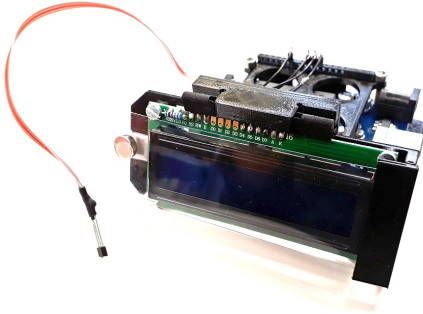

Abbildung 1: Arduino Hallsonde
In diesem Projekt (Abb.1) geht es um das Auslesen eines Hallensors, das Umrechnen von Rohwerten in eine physikalische Größe, sowie das Ausgeben der Größe auf einem LC-Display.
- Arduino UNO mit Magnetfeld-Shield (Abb.1)